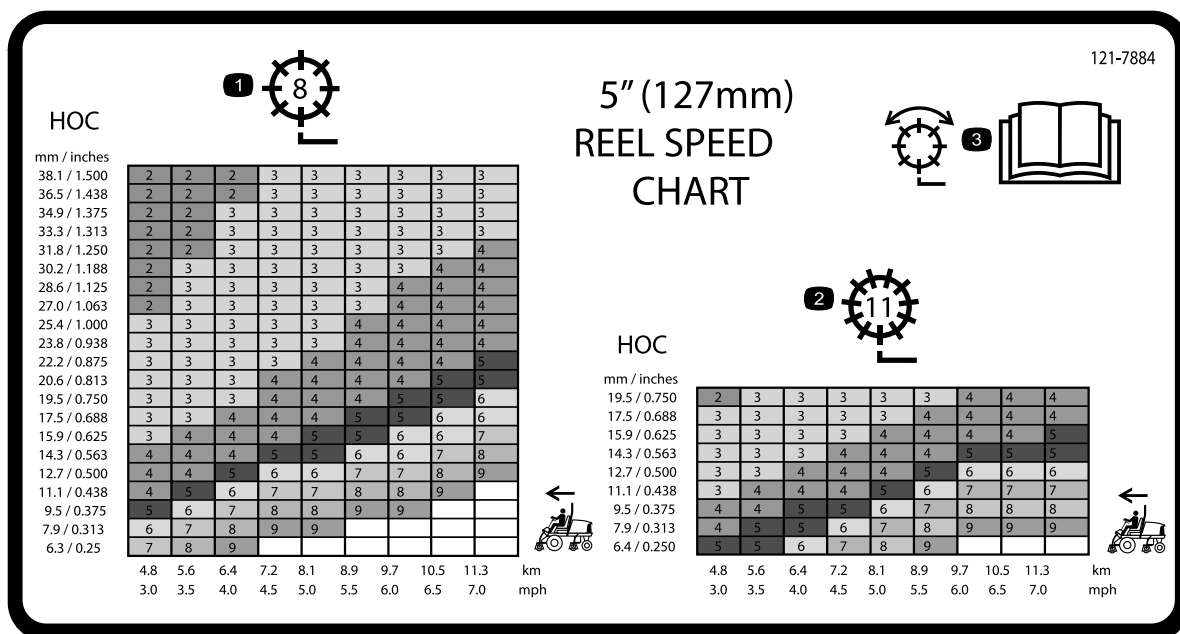
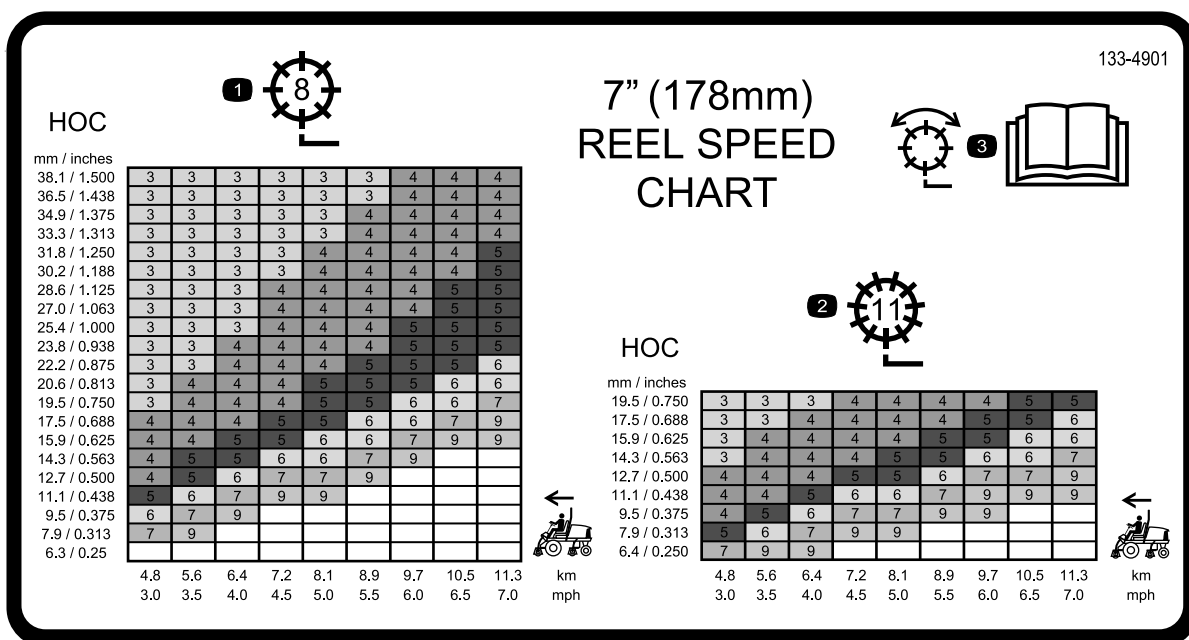

Рисунок 30
Рисунок 31
3. Для определения надлежащей скорости вращения барабана смотрите график на наклейках с таблицами скоростей барабанов (Рисунок 30 и Рисунок 31).